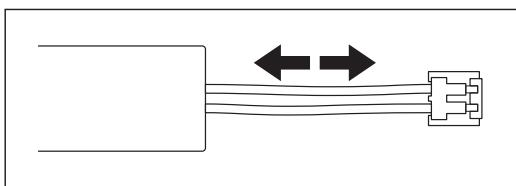

図 13
6) 新しいバッテリパックを用意し、コードのくせを取り、真っ直ぐにします。(図 13)